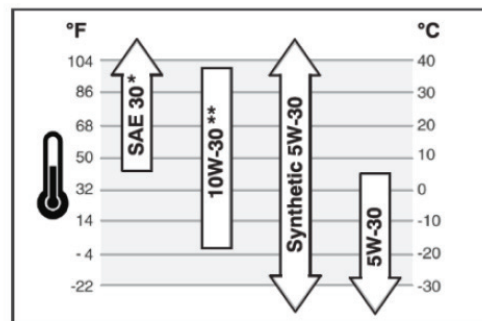

Figure 36
4. Dévissez et retirez le bouchon de remplissage d'huile du tube de remplissage d'huile. Noter le niveau d'huile. Si la lecture d'huile sur la jauge est inférieure au repère « BAS », ajoutez lentement de l'huile jusqu'à atteindre le niveau « ÉLEVÉ », voir Figure 36.